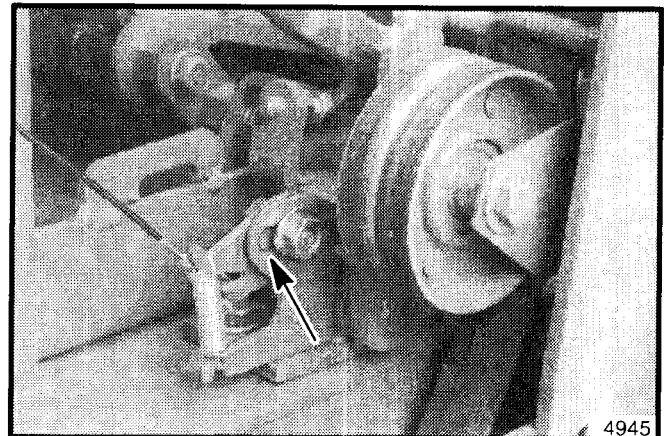

Abbildung 27. Haken der Spannergruppe
1. Die den Haken haltenden Befestigungsteile lösen (siehe Abbildung 27). Den Haken in den Schlitz schieben, so daß er die Spannergruppe der Spindel auffängt, wenn die Kupplung ausgerückt ist. Wenn